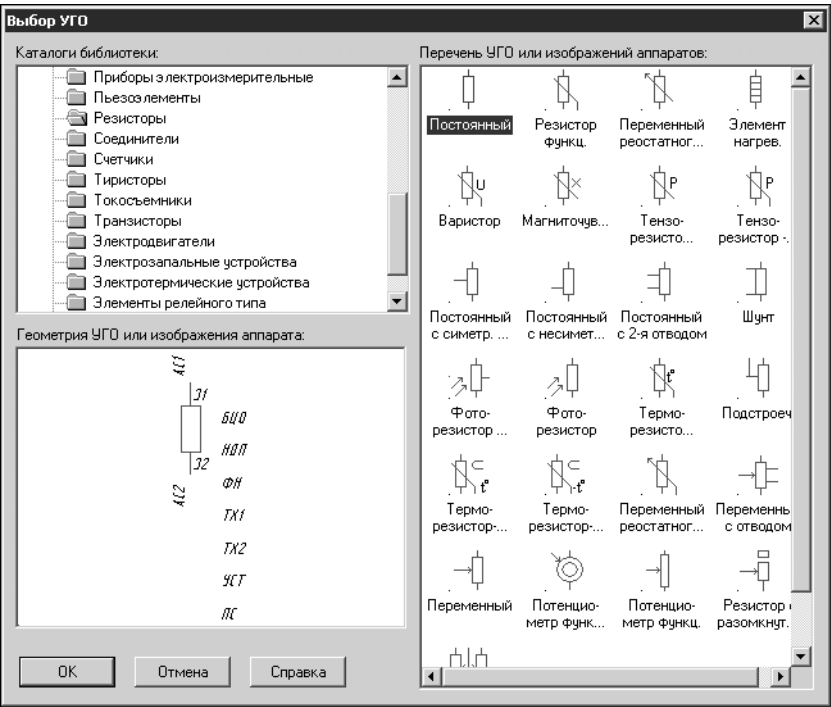

Рис. 6.8. Выбор УГО из базы данных
Добавить (Удалить)	Кнопка с динамически изменяемым текстом. Если УГО добавлено на кнопку текст Удалить , если нет - Добавить . Нажмите эту кнопку, чтобы добавить или удалить УГО. После нажатия кнопки Добавить на экране появится диалог Выбор УГО (рис. 6.8, табл. 6.11).
10. В области **Принципиальная схема аппарата** (см. табл. 6.9 на с. 70) нажмите кнопку **Добавить**. В результате на экране появится диалог **Выбор УГО** (рис. 6.8, табл. 6.11 на с. 71).